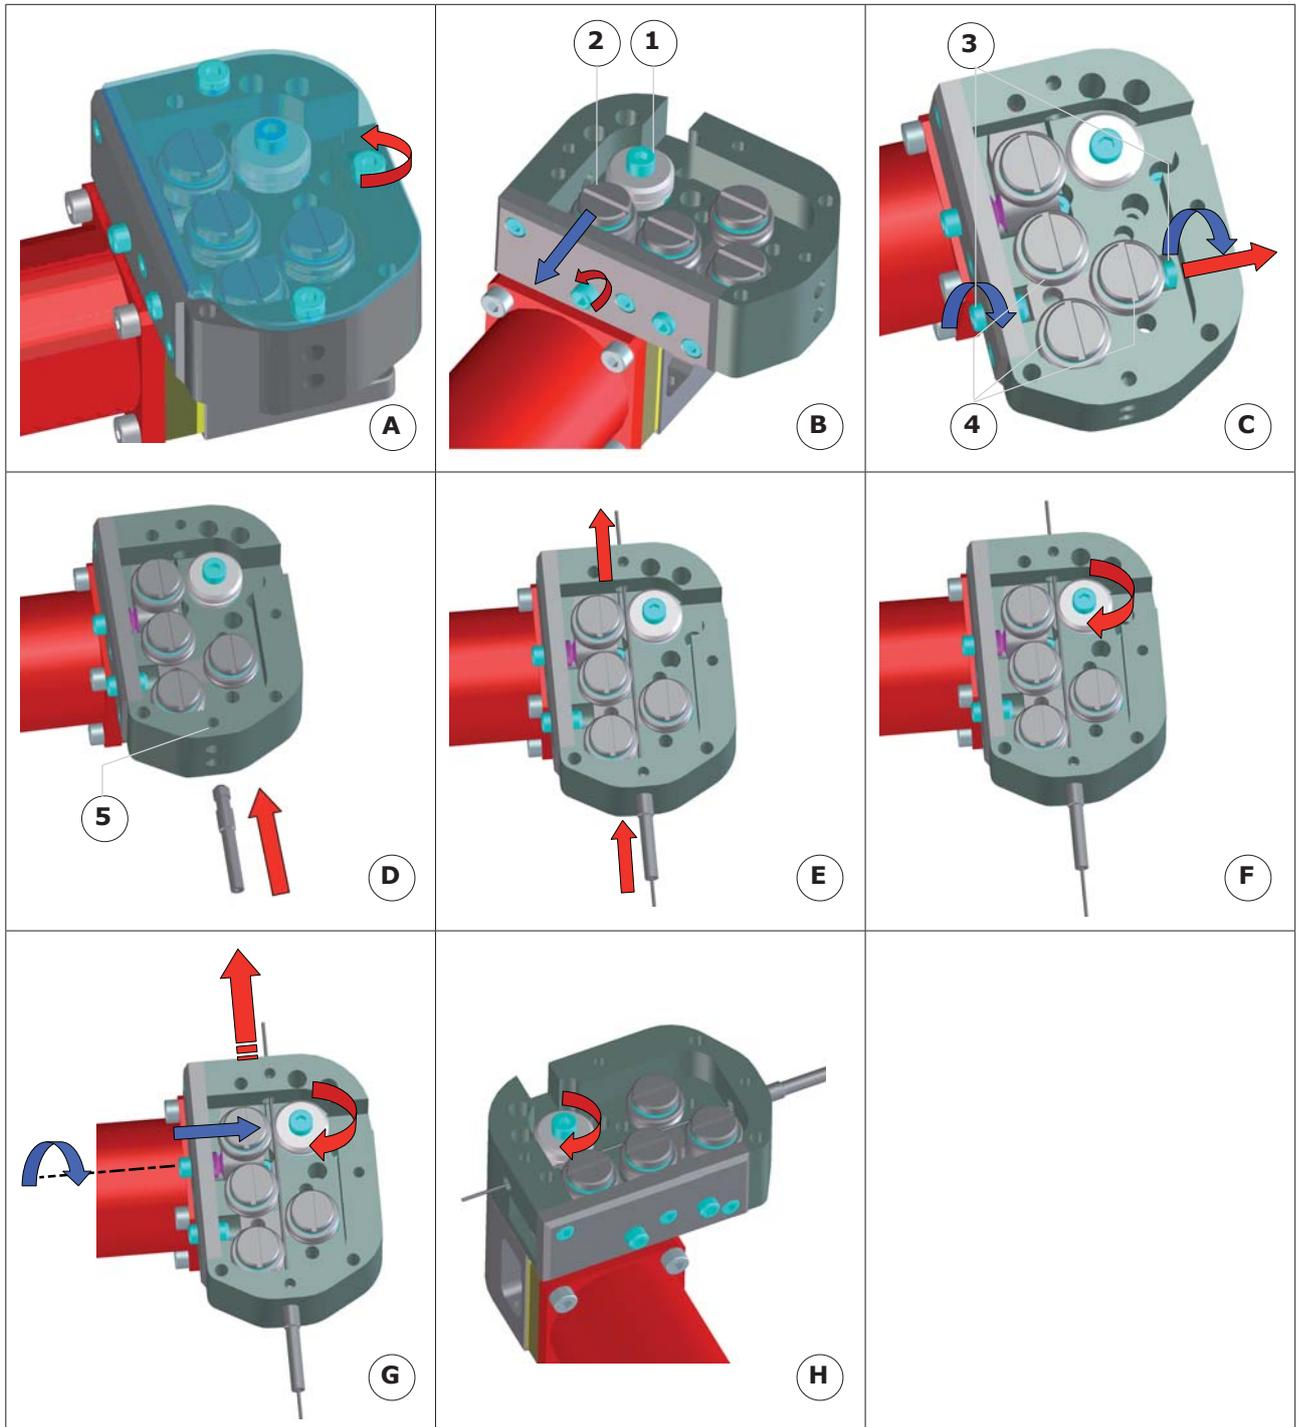

Abb. 5.12 - Einlegen des Drahts
- Die M3-Inbus-Schraube losschrauben und die Abdeckung abnehmen (Abb. 5.12 - Ansicht A).
- Die Stellschraube für die Antriebskraft losschrauben, um die Drahtvorschubrolle (Pos. 12) von der Antriebsrolle (Pos. 1) wegzudrücken (Abb. 5.12 - Ans. B).
- Eine der beiden Stellschrauben (Pos. 3) an der Richtrolle (Pos. 4) je nach dem los- oder zuschrauben, um sie auseinanderzudrücken (Abb. 5.12 - Ans. C).
- Den Einlauf für den Drahtvorschub und die Verrohrung montieren. Anschließend wird der Einlauf mit der Schraube (Abb. 5.12 - Ans. D) gehalten.
- Den Draht durch die gesamte Gruppe durchführen (Abb. 5.12 - Ans. E).
- Funktion „Draht Auto“ betätigen (Antriebsrolle rotiert) (Abb. 5.12 - Ans. F).
- Die Stellschraube für die Antriebskraft festziehen, bis der Draht mitgenommen wird, und dann wieder um 1/2 Drehung lösen (max. 3/4 Drehung) (Abb. 5.12 - Ans. G).
- Mehrere Zentimeter durchlaufen lassen und dann gleich am Drahtvorschub abschneiden (Abb. 5.12 - Ans. H).